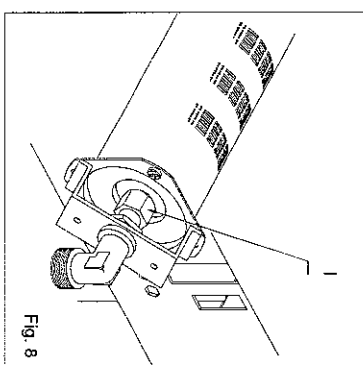

Fig. 8
- Enciendan el quemador y, por medio de llave idónea, suelten la boquilla 1 por sustituir (Fig. 8).